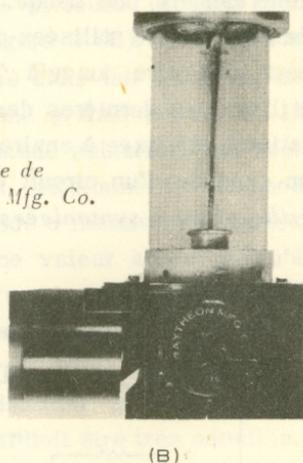

Fig. 5.
Dans les appareils radar de forte puissance opérant à des fréquences supérieures à 600 mégacycles, le générateur U.H.F. est plutôt du type *magnétron*. Le magnétron est une diode ayant un champ magnétique perpendiculaire au champ électrique qui existe entre la plaque et la cathode. Ce qui caractérise cette lampe, c'est que sa plaque constitue sa structure. A l'intérieur de cette structure on retrouve la cathode et le filament de chauffage. Au point de vue électrique, le magnétron peut être comparé à une simple diode; remarquez que son symbole (figure 5 (A)) ressemble à celui d'une diode. La figure 5 (B) montre l'apparence physique d'un magnétron typique. Le voltage de plaque du magnétron doit être très élevé afin que ce dernier puisse produire l'oscillation désirée. De plus, l'impédance effective du